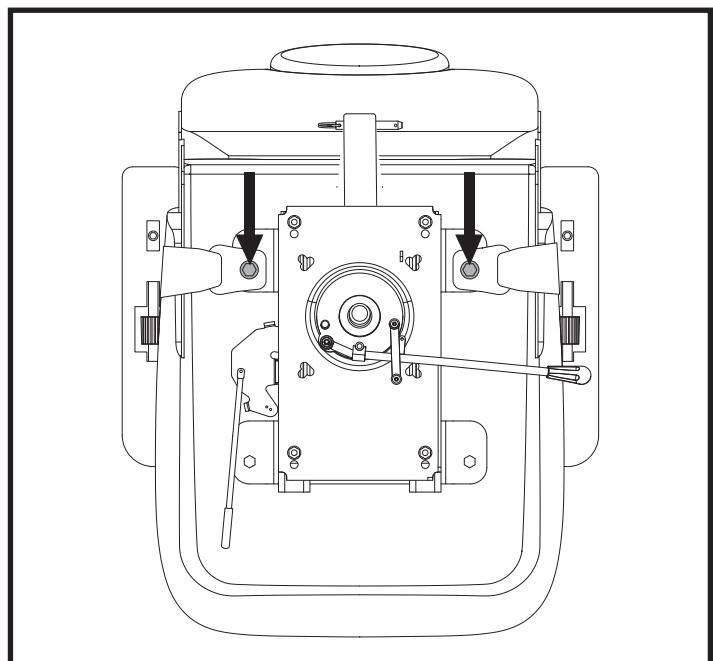

Figura 21. Tornillos del cinturón de seguridad
2. Dé la vuelta al asiento para ver la parte inferior del mismo. Ver la figura 21.
1. Introduzca la aleta metálica del lado derecho del cinturón en el cuadro de plástico del lado izquierdo y presione hasta oír un clic. Ver la figura 21.